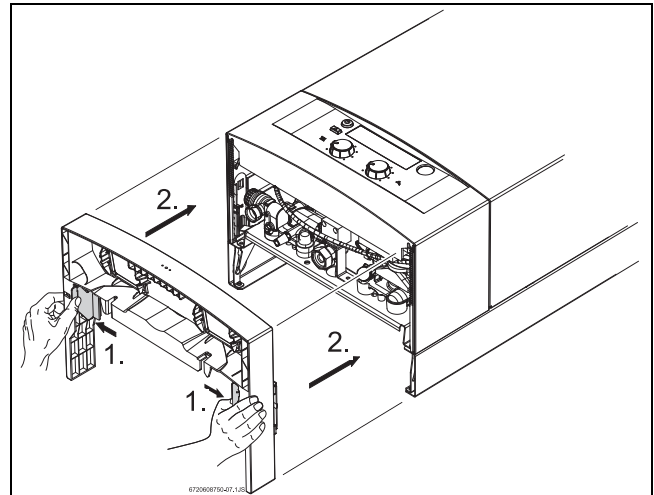

Fig. 12 Colocación del cajón
- ▶ Posicionar el cajón como en el Fig. 12.